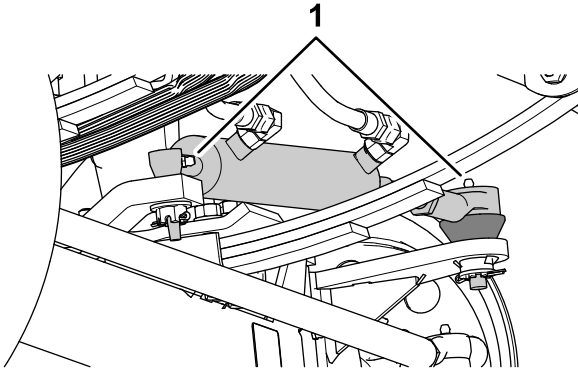
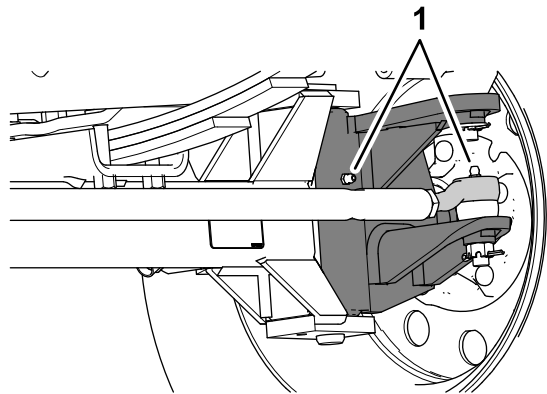

Figura 66
Figura 67
1. Limpie los engrasadores (Figura 66 y Figura 67).
2. Bombee grasa en los engrasadores (Figura 66 y Figura 67).
**Nota:** La ubicación de los engrasadores se indica en Figura 66.